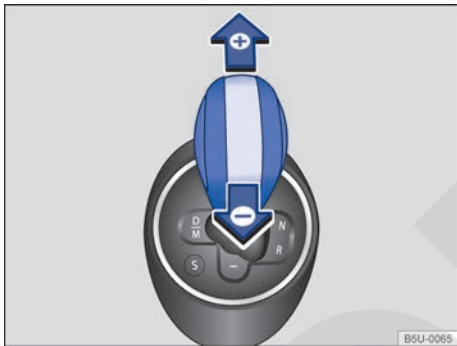

Fig. 102 Palanca selectora en la posición para conducción de marcha en modo manual.
- Mueva la palanca selectora hacia adelante  o hacia atrás  para engranar las marchas largas o cortas → fig. 102.